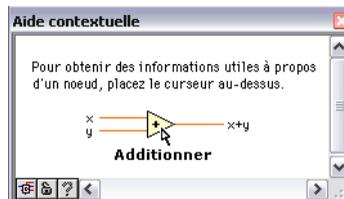

Figure 2-2. Fenêtre d'Aide contextuelle
4. Si la fenêtre d'**Aide contextuelle**, représentée dans la figure 2-2, n'est pas visible, vous pouvez l'afficher en sélectionnant **Aide»Afficher l'aide contextuelle** dans la barre de menus de la face-avant ou du diagramme.